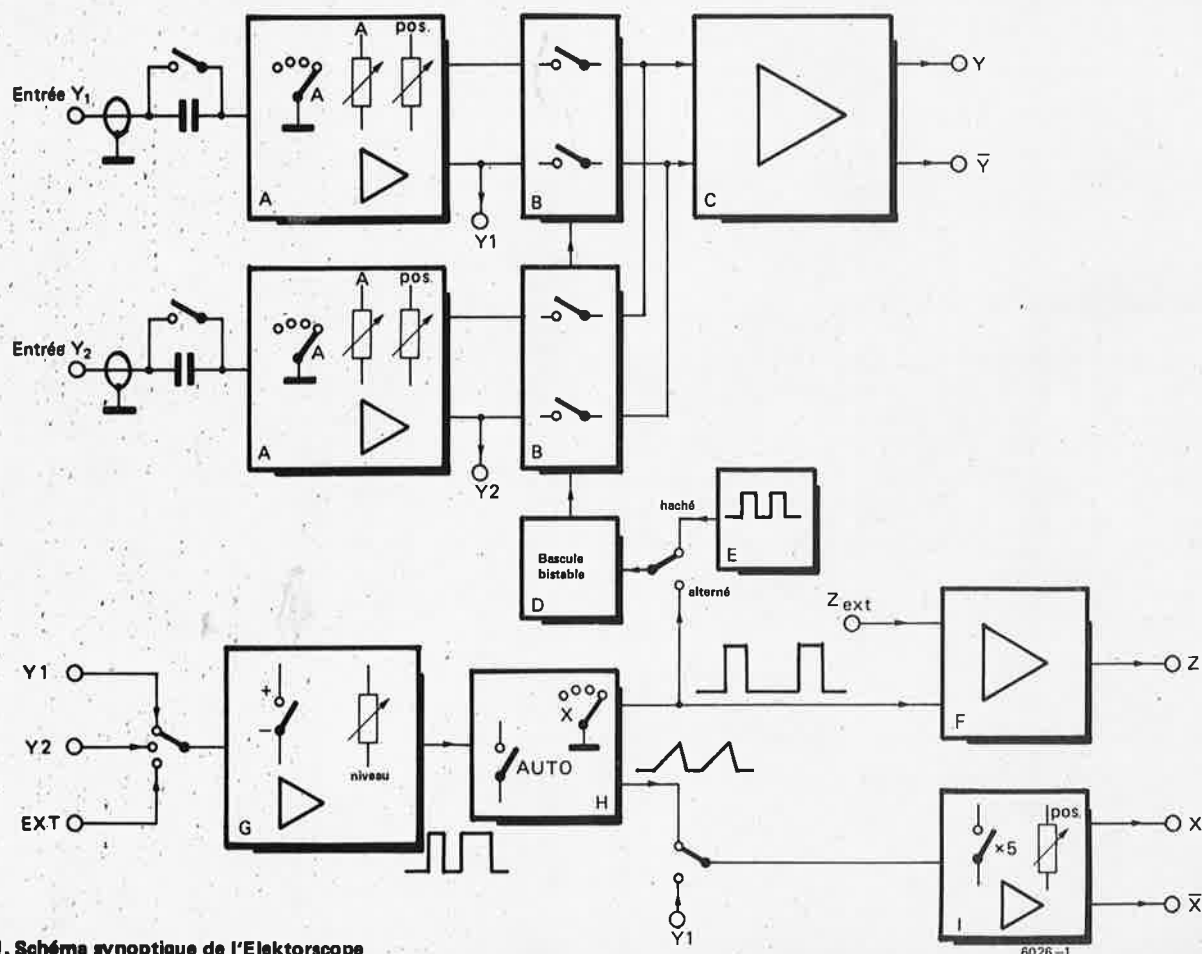

Figure 1. Schéma synoptique de l'Elektorscope
Le retard est fixé au gré de chacun. Les valeurs de P4, R20 et C7 indiquées sur la figure 1 permettent un retard compris entre 0,5 et 2,5 secondes. Pour avoir une gamme différente, il suffit de modifier les valeurs d'un ou de tous ces composants.
L'implantation des composants apparaît sur la figure 2. Elle regroupe tous les composants de la figure 1, à l'exception des deux potentiomètres doubles, du relais et du microphone. Pour une description plus détaillée du VOX, nous conseillons à nos lecteurs de se reporter à l'article paru dans notre numéro de février 80.
Deux multiplexeurs, IC1 et IC2 (figure 1), constituent le "centre nerveux" du circuit d'extension. Suivant l'état (logique) de l'entrée de sélection (Select Input), l'information présente sur l'un des deux groupes d'entrées est transférée aux sorties des multiplexeurs ou non. Les lignes de données envoyées par le clavier et celles provenant des mémoires sont reliées à un groupe d'entrées à part. Lorsque l'entrée de sélection passe à l'état bas, les données issues du clavier sont transférées aux sorties des multiplexeurs, mais lorsqu'elle est portée à l'état haut, ce sont les données en provenance des mémoires qui y sont transférées. Pour pouvoir "stocker" le contenu des mémoires, il
Lorsque le bouton START de mise en route est appuyé (bouton S1 de la figure 1), la sortie Q de la bascule FF1 passe à l'état haut, et le signal d'écriture en mémoire (WRITE) est inhibé par la porte N4. Si l'une des touches du clavier ASCII est enfoncée, en particulier la touche d'espacement ou une touche de commande, une impulsion STROBE (KS) est générée. Le changement d'état de cette impulsion introduit les données du clavier dans l'UART sous forme parallèle. La fermeture de l'interrupteur S1 de la figure 2 provoque le transfert de cette information de la partie émission de l'UART à sa partie réception, sous forme série.
En appuyant sur le bouton de remise à zéro S2 (figure 1), les bascules FF1 et N1/N2 sont remises à zéro, et l'Elekterminal peut être commandé normalement. Les informations mémorisées sur la cassette peuvent être ré-introduites par l'entrée série.
4. Relier les points A1, A2, B1, B2, C1 et C2 de la figure 1 aux points correspondants A1, A2, B1, B2, C1 et C2 de la figure 2.
5. Relier la broche 27 de IC10 (RP) de la figure 2 au point de la figure 1 repéré par RP.
broche 3 de IC1 de la figure 1 au point M0 (IC6) de la figure 2
broche 6 de IC1 de la figure 1 au point M1 (IC5) de la figure 2
broche 10 de IC1 de la figure 1 au point M2 (IC4) de la figure 2
broche 13 de IC1 de la figure 1 au point M3 (IC3) de la figure 2
broche 3 de IC2 de la figure 1 au point M4 (IC2) de la figure 2
broche 6 de IC2 de la figure 1 au point M6 (IC1) de la figure 2
8. Enfin, relier les sorties des multiplexeurs de la figure 1 à l'UART (IC8) de la figure 2, en procédant comme suit:
La figure 1 présente le schéma synoptique de l'Elektroscope. Les parties "A" sont les deux préamplis verticaux Y1 et Y2 dotés chacun des réglages d'atténuation calibrée pas à pas, progressive et de position. Les parties "B" sont les commutateurs électroniques qui sélectionnent la sortie du préampli Y1 ou Y2; la partie "C" est l'ampli de sortie qui délivre le signal, à haute tension pour commander les plaques de déviation verticale Y du tube cathodique. Les commutateurs électroniques sont pilotés par une bascule bistable, la partie "D". En mode haché, le signal d'horloge est issu d'un oscillateur (partie "E") qui produit un signal rectangulaire de haute fréquence; alors